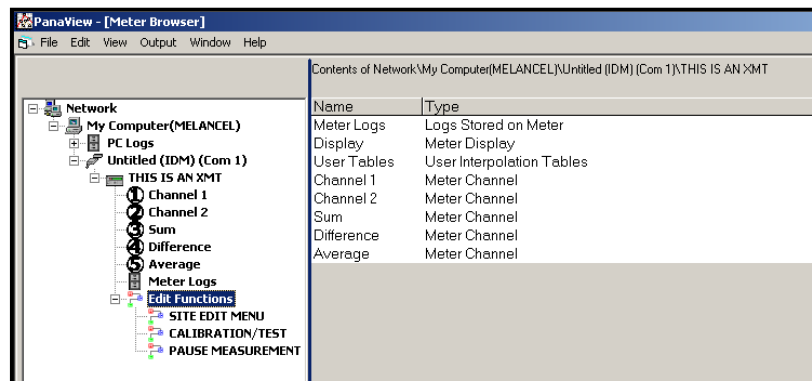

Figure 36: Menus dans le Éditer Les fonctions
2. Développez l'option Modifier les fonctions. La fenêtre ressemble maintenant à celle illustrée dans la Figure 36.